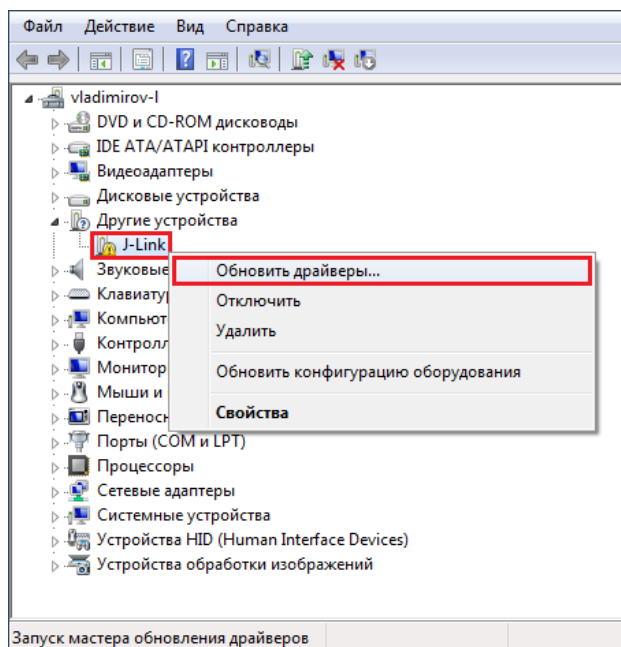

Рисунок 0.1 – Установка драйверов для программатора
3. Найти неопределенное устройство *J-Link*, кликнуть по нему правой кнопкой мыши и выбрать пункт *Обновить драйверы* (рисунок 0.1).